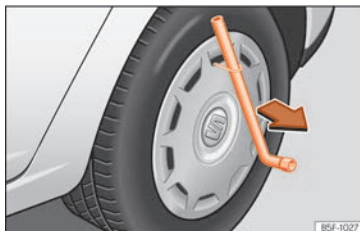

Fig. 35 Retirar el embellecedor integral.
- Introduzca la llave de rueda a través del gancho, apóyela en el neumático y retire el embellecedor »» fig. 35.